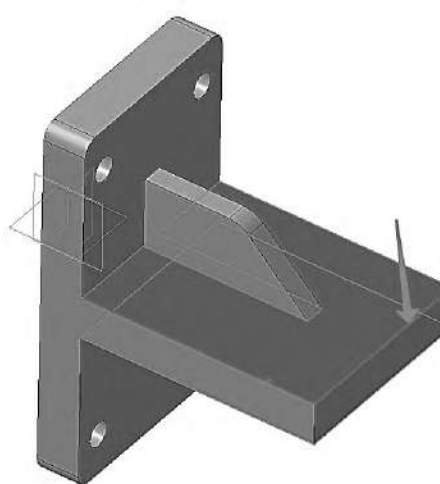

Рисунок 3.69. Выбор второй грани
6.3 Укажите короткое ребро на опорной площадке (рисунок 3.69).